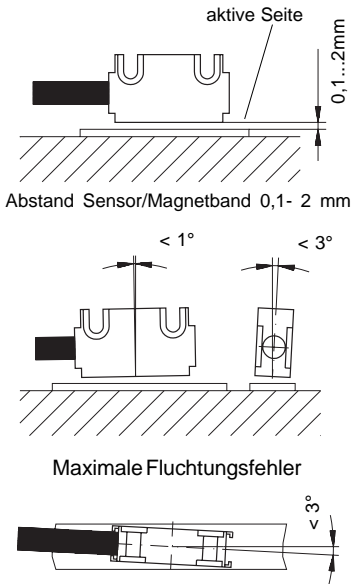

Abb.8: Ausrichtung des Sensors
- Abstandsmaße zwischen Sensor und Magnetband sowie Winkeltoleranzen beachten, diese müssen über die gesamte Messstrecke eingehalten werden ! (siehe Abb.8)